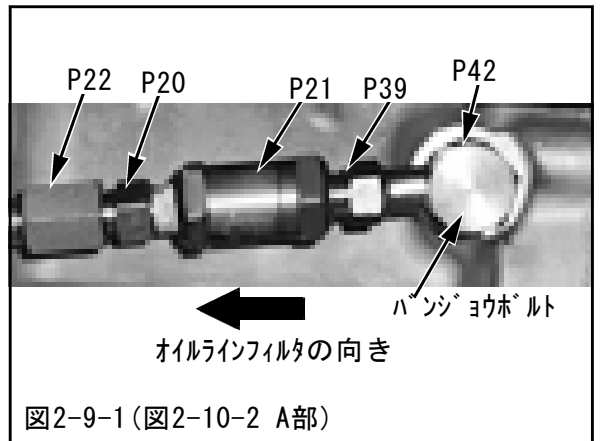

図2-9-1(図2-10-2 A部)
- (1) ターボチャージャオイルインレットホースをオイルラインフィルタを介してシリンダブロックへ取付けてください。その際オイルラインフィルタは、図の矢印の向きになるように取付けてください。(図2-9-1, 図2-10-2)